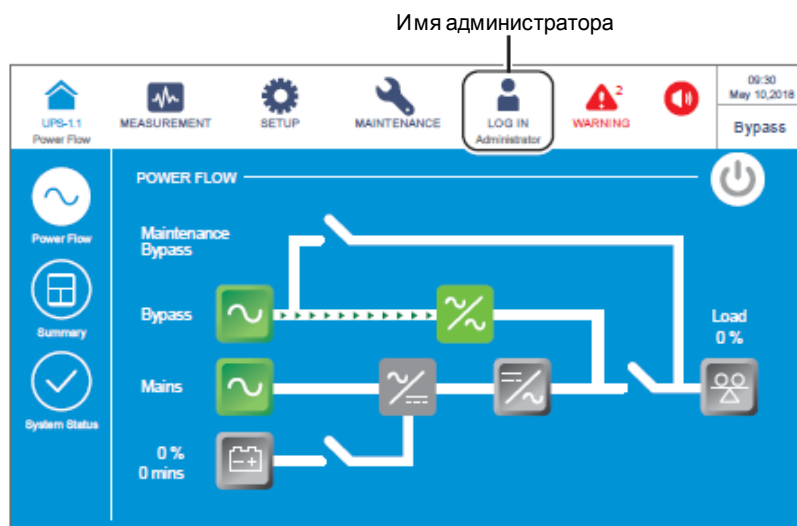

Рисунок 6-70: Экран байпасного режима и имя администратора
- 4 Войти в систему как **Администратор**. Для получения пароля **Администратора** связаться со обслуживающим персоналом. После входа в систему убедиться, что вход произошел под именем **Администратора** (см. **Рисунок 6-70**).